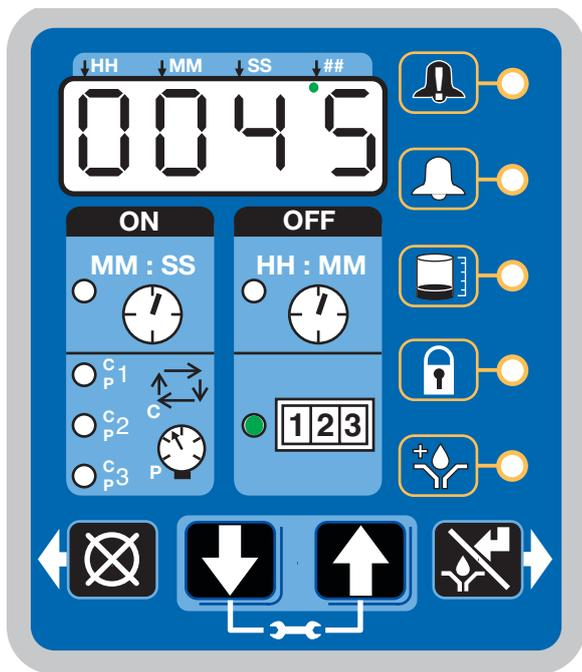

FIG. 53
- Si illumina il LED vicino a 1-2-3 (Fig. 53).
L'esempio visualizzato in Fig. 53 mostra che il numero rimanente di conteggi macchina è 0045.